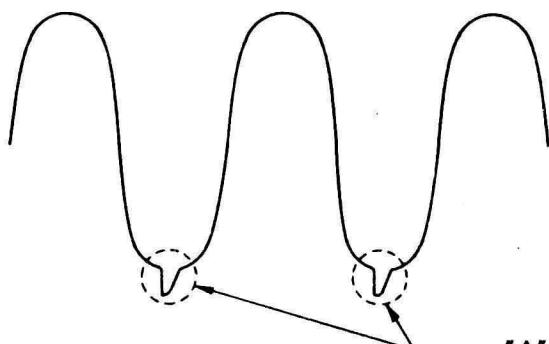

图 17
- 步骤: ① 用空白磁带记录 SECAM 制彩条信号;
② 将示波器连接到 IC851-11;
③ 调节 T851, 使“A”位于波谷, 如图 17 所示。
(7) 仿 NTSC 制 AFC 自动频率的调试